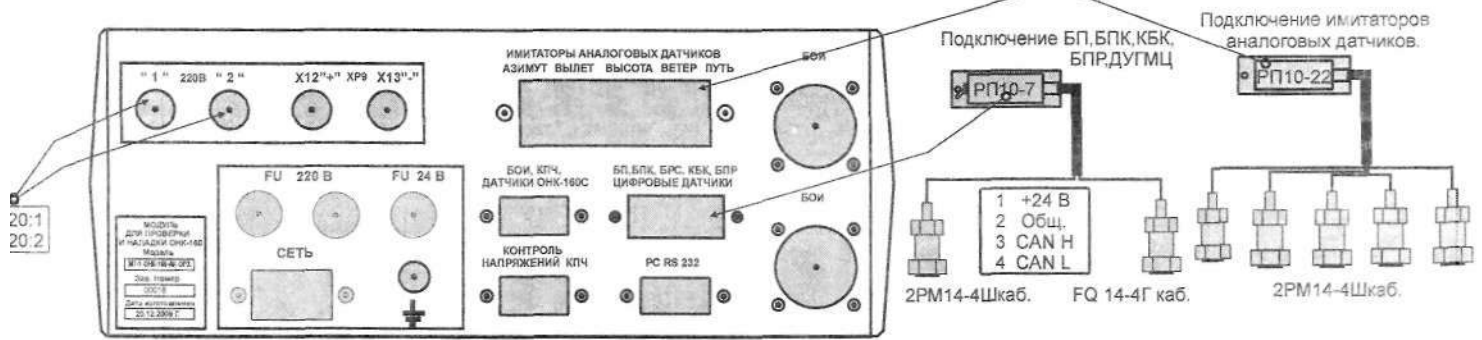

Рис. 2.8. Подключение ДУГМЦ
6.1.9. Датчик угла маятниковый цифровой ДУГМЦ. Подключить ДУГМЦ к модулю согласно рис.2.8., используя кабель с маркировкой «БП.БПК.КБК.БПР.ДУГМЦ» или в разъём с маркировкой «БОИ.КПЧ. Датчики ОНК-160С». Подключить компьютер, используя кабель «PC порт COM» или «PC порт USB». Установить тумблер «Упит.датчиков». В положение «24В». Включить модуль, установив тумблер «сеть» в положение «вкл». Включить компьютер. Далее действовать по инструкции НПКУ.401221.017 И1.